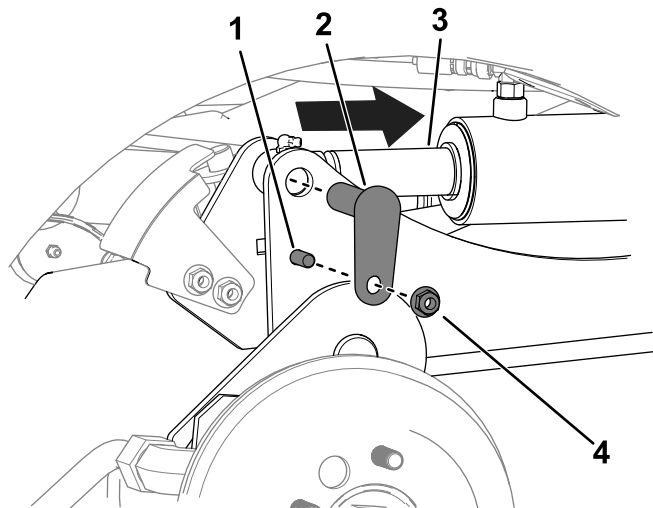

Figura 11
C. Utilizzate un cacciaspine per allineare i fori dell'asta del cilindro con i fori del braccio di sollevamento (Figura 11).
D. Utilizzate 2 bulloni ($\frac{3}{8}$ " x $1\frac{1}{4}$ "), 2 dadi ($\frac{3}{8}$ ") e 2 perni piccoli per fissare i bracci di sollevamento ai cilindri (Figura 11).